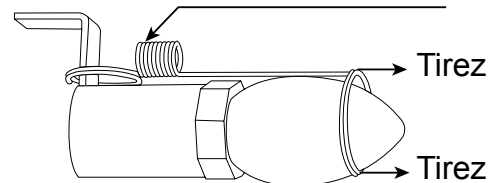

Fig. 6
6. Retirer les ampoule et les remplacer par une ampoule claires à douille E12 de 120 V, 40 W (figure 6).